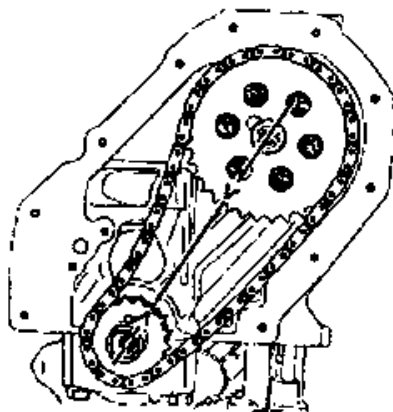

Figura 66: Instalação da corrente da distribuição.
- 40 . Apertar os parafusos do cabeçote, observando-se a ordem indicada na Figura 66, em duas etapas, como se segue: